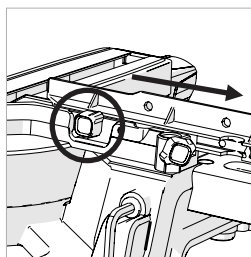

Fig. 28
- Afloje el tornillo de mariposa. (Fig. 28)